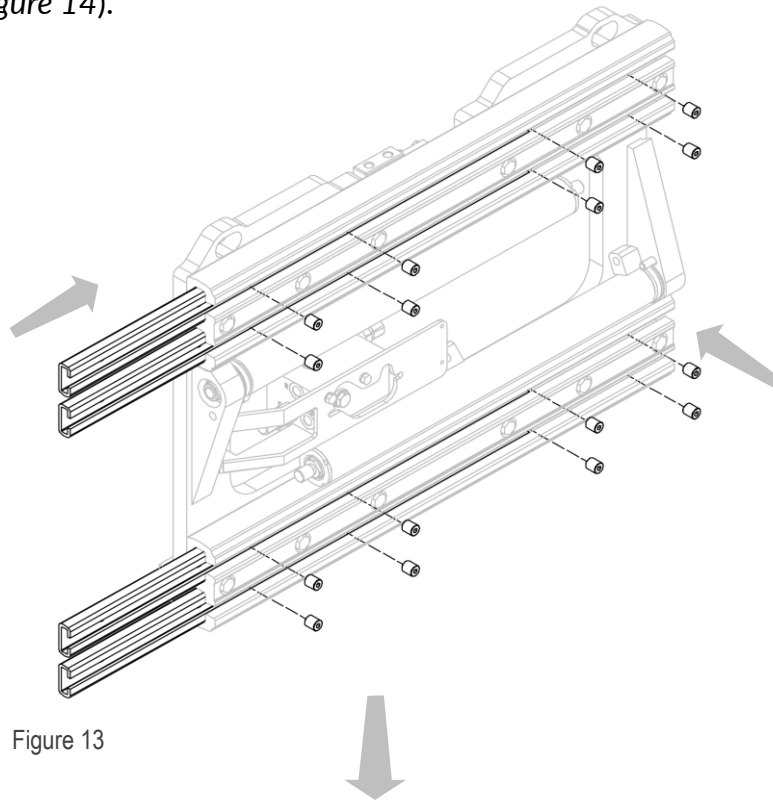
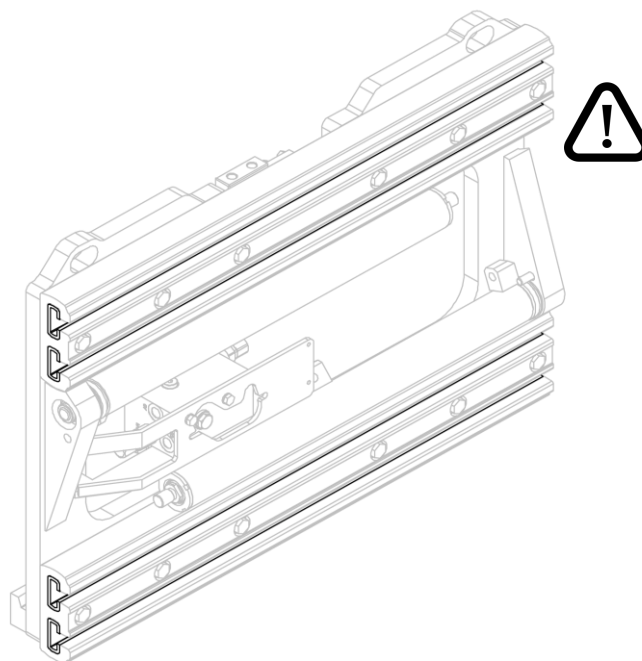

Figure 13
Figure 14
2. Mettre en place les bagues en nylon et les fixer avec les goujons prévus à cet effet (voir *Figure 13* et *Figure 14*).